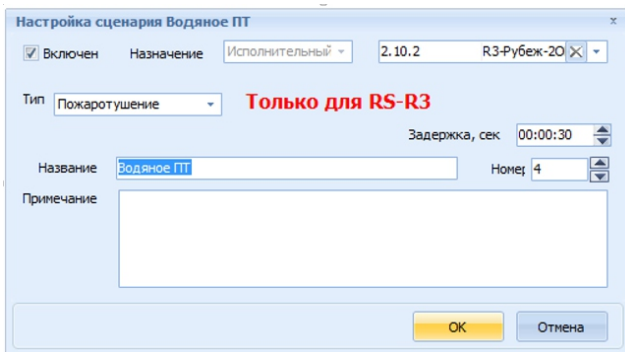

Рисунок 5
6.7 В случае приписывания сценария под задержкой запуска понимается основная задержка сценария (рисунок 5).